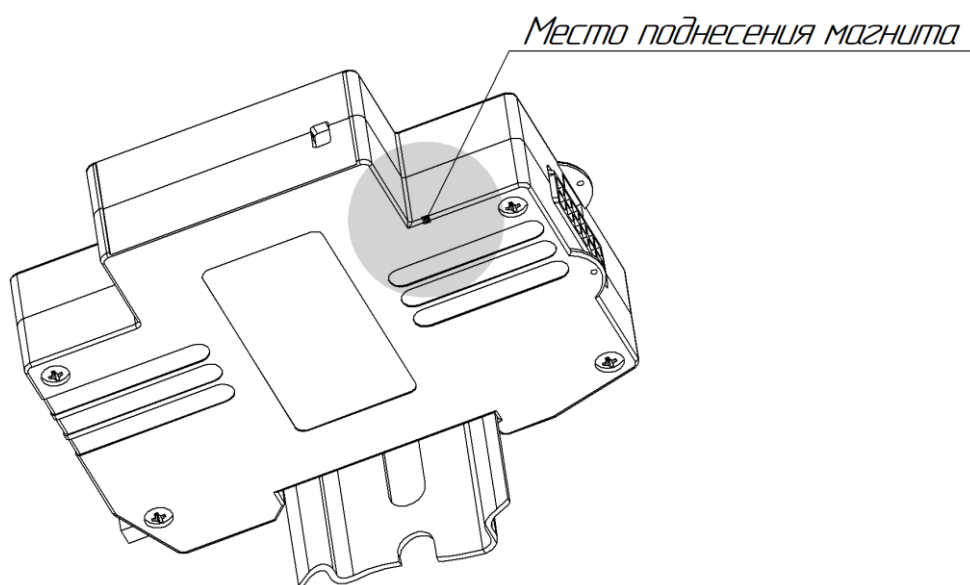

Рисунок 3.7 Место поднесения магнита
- Подайте сетевое напряжение - устройство включится автоматически. Если устройство не включилось - поднесите магнит для его включения(см. рис. 3.7).